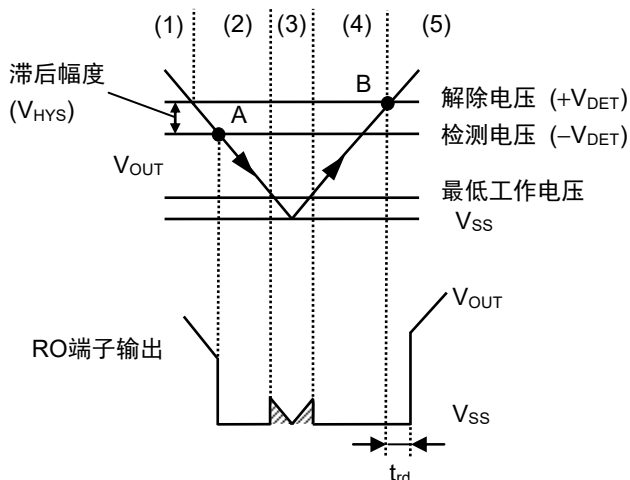

图36 检测器部分的时序图
- (1) 当稳压器的输出电压 (V_{OUT}) 大于或等于检测器的解除电压 ($+V_{DET}$) 时, N沟道晶体管 (N1, N2) 变为关, 向RO端子输出 "H"。此时, P沟道晶体管 (P1) 为开状态, 向比较器 (C1) 的输入电压为 $\frac{R_B \cdot V_{OUT}}{R_A + R_B}$ 。
- (2) 即使 V_{OUT} 降低到小于或等于 $+V_{DET}$ 时, 只要高于或等于检测电压 ($-V_{DET}$), 就能向RO端子输出 "H"。若 V_{OUT} 降低到小于或等于 $-V_{DET}$ (图36的A点) 时, 通过C1控制的N1变为开, C_{DLY} 被放电。同时, 由延迟电路控制的N2变为开, 向RO端子输出 "L"。此时, P1变为关, 向C1的输入电压为 $\frac{R_B \cdot V_{OUT}}{R_A + R_B + R_C}$ 。
- (3) 若 V_{OUT} 进一步下降到小于或等于最低工作电压时, RO端子的输出变得不稳定。若RO端子被上拉时, 输出 "H"。
- (4) 若 V_{OUT} 上升到大于或等于最低工作电压时, 向RO端子输出 "L"。此外, 在 V_{OUT} 大于 $-V_{DET}$ 且小于 $+V_{DET}$ 的情况下, 输出为 "L"。
- (5) 再继续使 V_{OUT} 上升, 若上升到大于或等于 $+V_{DET}$ (图36的B点) 时, N1变为关, C_{DLY} 被充电。如 V_{DLY} 为阈值电压 (1.25 V (典型值)), 则由延迟电路控制的N2变为关, 向RO端子输出 "H"。